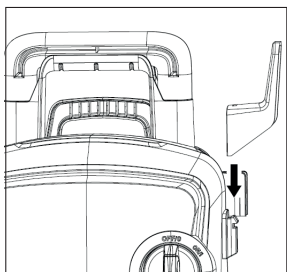

Рис. 2
1. Установите держатель шнура питания. Рис. 2